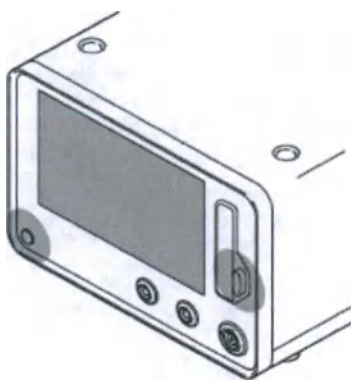

Рисунок 127 — Важнейшие области для протирки консоли
2. Протрите главные области, такие как кнопка питания, экран, кнопка извлечения и любые другие области, которые могут быть загрязнены (рисунок 127).